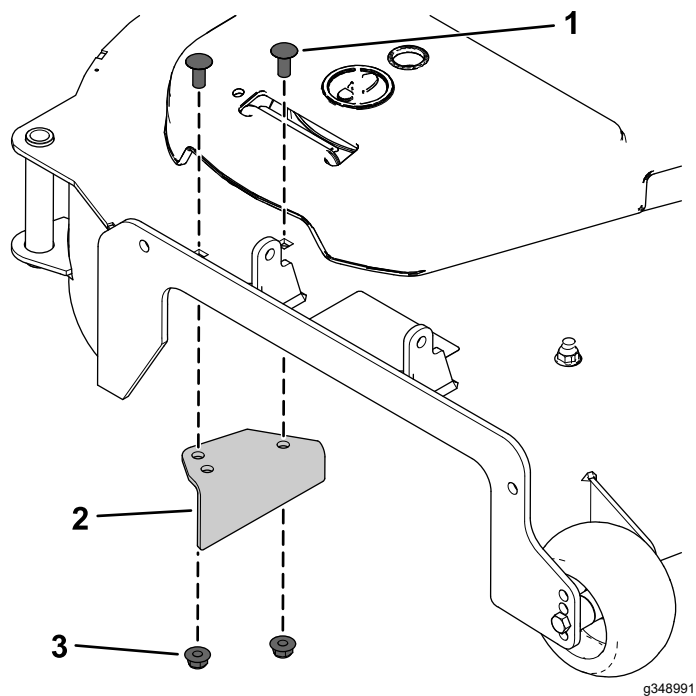

Figura 6
4. Instale el nuevo deflector de descarga con 2 pernos de cuello cuadrado ($\frac{3}{8}$ " x $\frac{7}{8}$ ") y 2 contratueras ($\frac{3}{8}$ "), tal y como se muestra en la Figura 6.